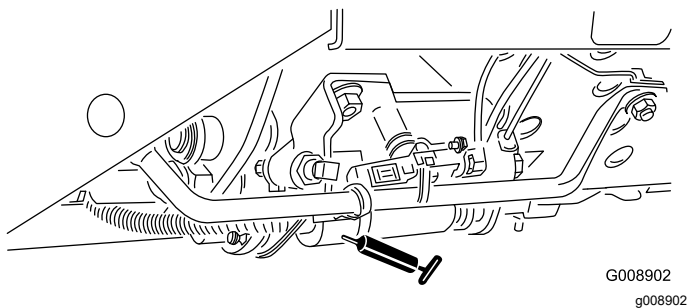

Рисунок 64
- Ползунок режима скашивания/транспортировки (Рисунок 64)